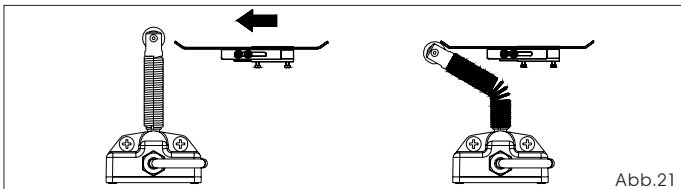

Abb.21
- a) Das Feinblech sollte den Endanschlag mit der geformten Seite aktivieren, wie in Abb. 21 dargestellt.